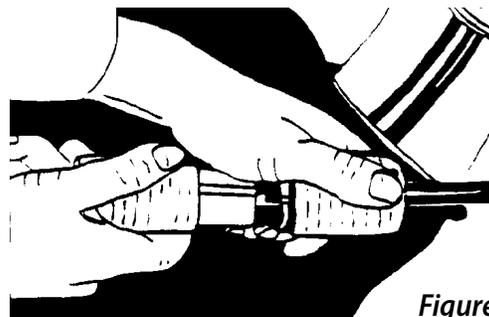

Figure 5
- 2 Branchez la rallonge au cordon d'alimentation court sur la machine. Voir la Figure 5.